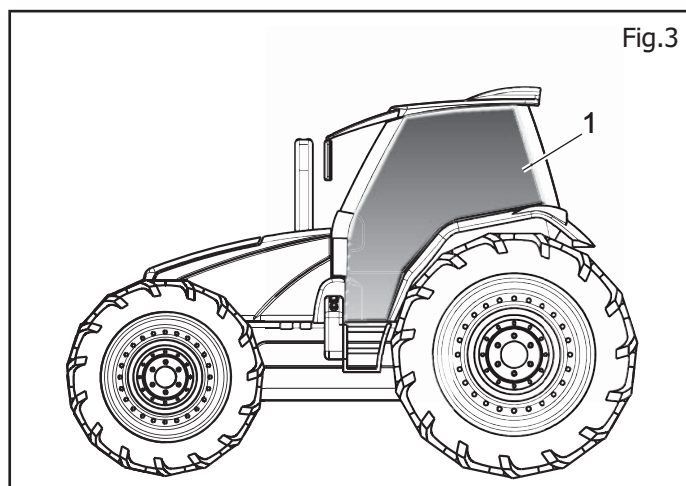

Fig.3
- 15) Afin de protéger l'opérateur de tout lancement éventuel d'éclats, de pierres ou autre, monter sur la cabine de guide, du côté travail, une dalle de 10 mm d'épaisseur, empêchant les corps lancés de l'outil terminal de briser les cristaux de la cabine et causer des accidents à l'opérateur. (1 Fig.3)